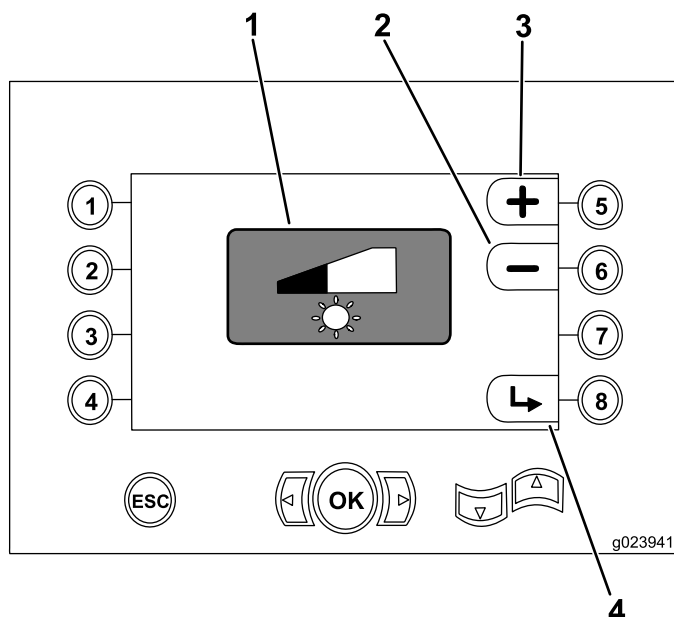

Figura 36
- Pulsante 5: aumento della luminosità del display (Figura 36)
- Pulsante 6: diminuzione della luminosità del display (Figura 36)